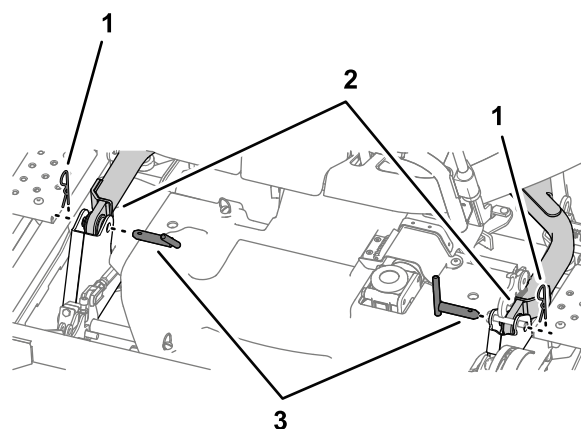

Bild 115
10. Entfernen Sie die zwei Klappstecker und zwei Lastösenbolzen, mit denen die Hubarme an jeder Seite des Mähwerks befestigt sind (Bild 115).
6. Setzen Sie den Klappstecker und den Lastösenbolzen ein, um die Hubarme an jeder Seite zu befestigen, siehe Bild 115 in Entfernen des Mähwerks \(Seite 82\).